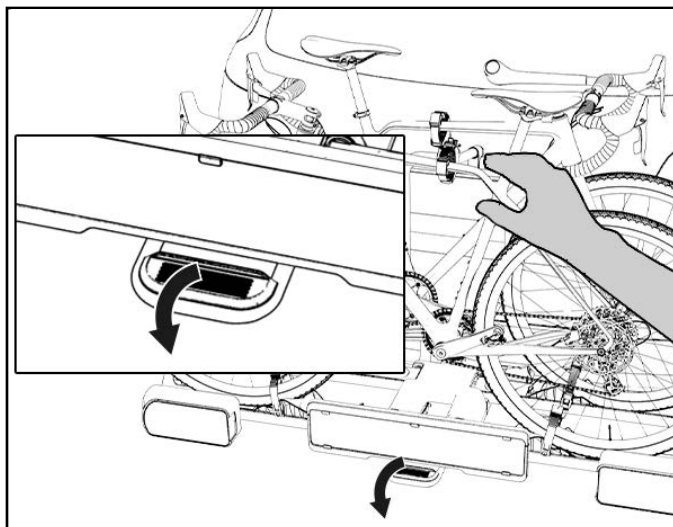

Figura 30: Ripiegamento del portabici
- Durante l'abbassamento, tenere saldamente il portabici dalla bicicletta. Allentare il blocco con il piede e con la mano ribaltare il portabici verso il basso (figura 30).